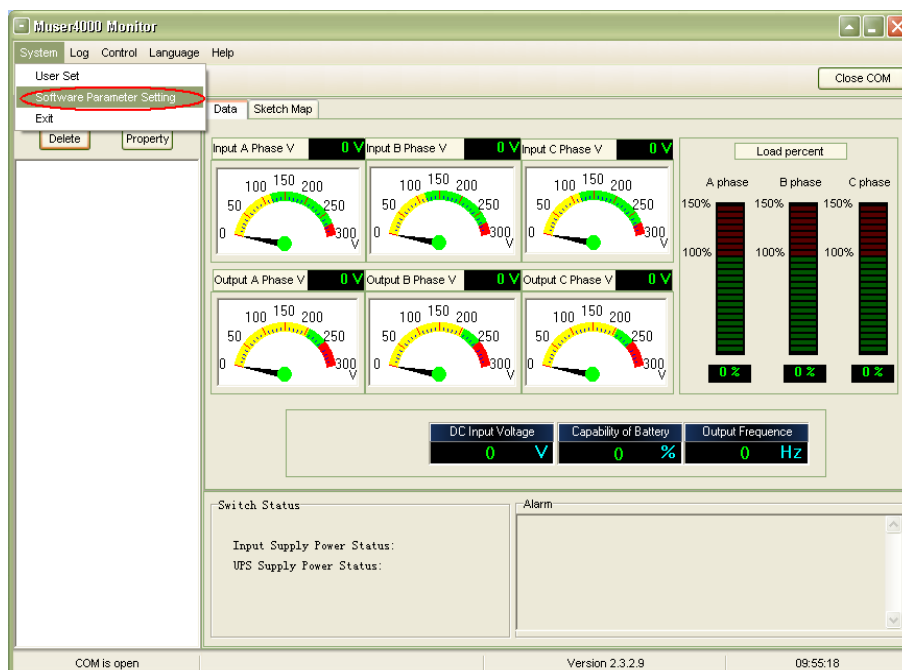

Fig. 5-18 Software de monitorización remota
- Abra el software Muser4000, haga clic en el botón “System” (sistema) (Fig. 5-18).